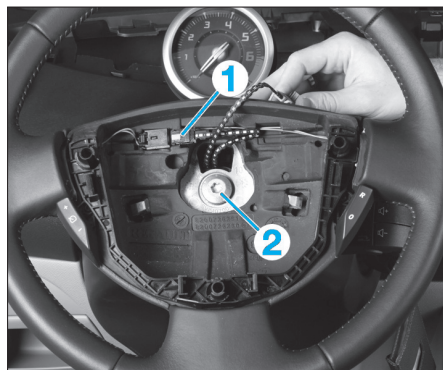

Fig. 1
- Débrancher le ou les connecteurs (1) (en fonction de l'équipement).
- Déposer la vis (2) (Fig.1).